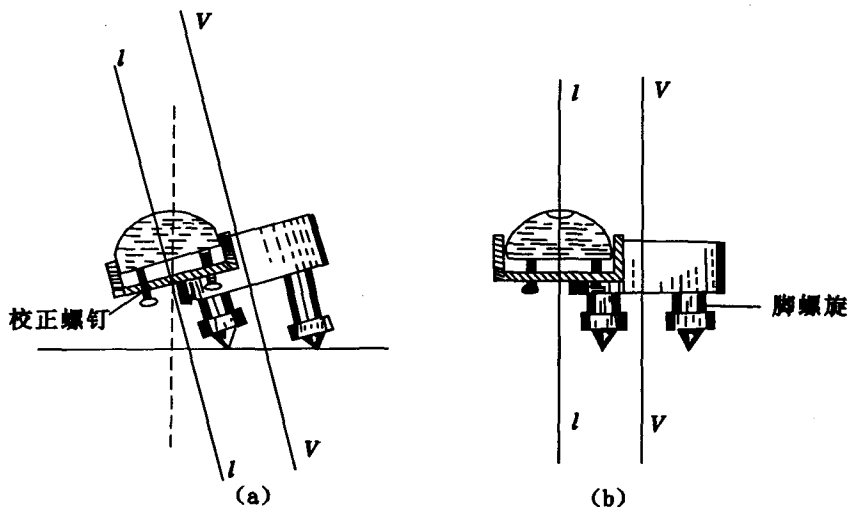

图 1-3-1 圆水准器的校正
1) 用圆水准器下方的校正螺钉改正气泡偏离的一半,如图 1-3-1(a)所示,另一半则旋转脚螺旋使气泡居中,如图 1-3-1(b)所示。